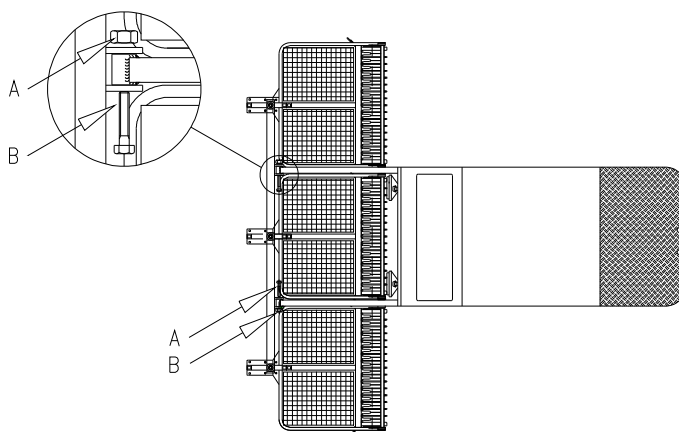

Figura 6: Enganche Unidad móvil a la Recolectora.
- ☐ Enganchar la Unidad móvil a la Recolectora según la figura 6.